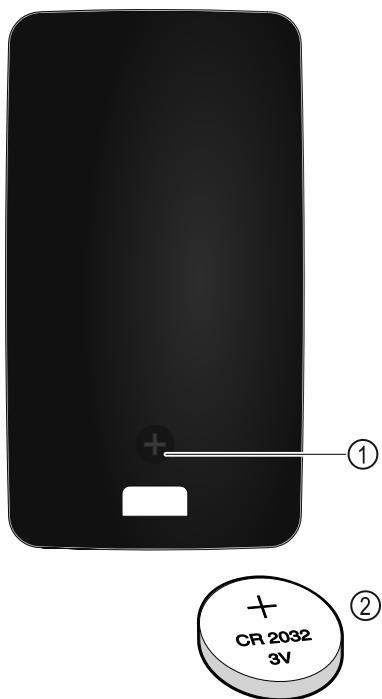

Fig. 220
Furnizimi me energji i telekomandës bëhet përmes një baterie të tipit CR 2032 me 3 V Fig. 220 (2), e cila bilihet në një dyqan.
- Lironi vidën Fig. 220 (1) në pjesën e pasme të telekomandës.